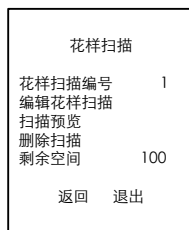

图3-8 花样扫描设置界面
1. 调用“95”号预置点，进入“主菜单→系统设置→花样扫描”，进入花样扫描设置界面，如图 3-8 所示。